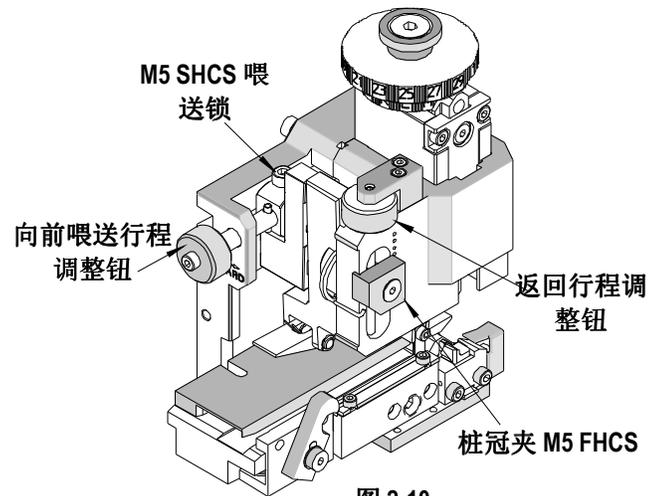

图 2-10
5. 旋转向前喂送调节钮，将端子定位。若要缩短向前喂送行程，请顺时针旋转向前喂送调节钮。若要增加喂送行程，请逆时针旋转向前喂送调节钮。参阅图 2-10。
3. 通过调整活节衬套的位置，可调整返回行程的长短。首先，用 3 毫米六角扳手拧松桩冠夹固定螺丝 M5 FHCS。顺时针旋转返回行程调节钮 (位于活节衬套上方)，会升高活节衬套，进而延长返回行程。逆时针 (CCW) 旋转调节钮，则会降低活节衬套，进而缩短喂送返回行程。调整完毕后，小心地锁紧枢轴夹。参阅图 2-10。